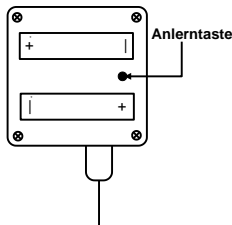

Bild 2
- Unter dem Menüpunkt **Key** erscheint die Aufforderung **Jetzt neuen Sensor aktivieren**. Gehen Sie hierzu auf das Feld . Folgen Sie der Aufforderung in dem Popup-Fenster und drücken mehrmals die Anlerntaste des Sensors (siehe Bild 2).